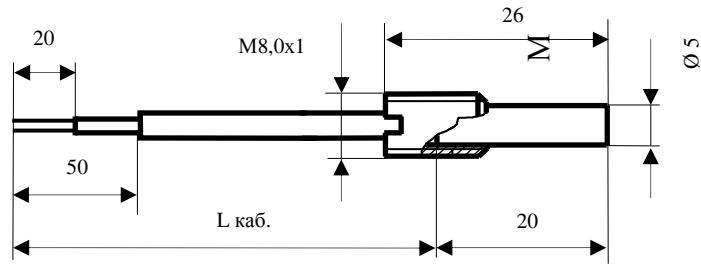

Рисунок 1. Габаритные и присоединительные размеры ТСП 002-06
- Внешний вид и основные размеры термопреобразователя представлены на рис. 1.